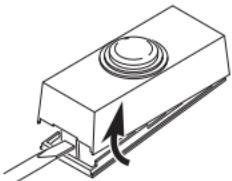
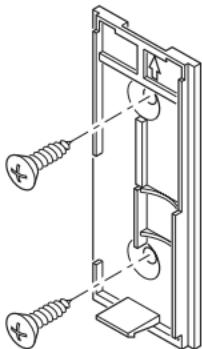

Figure 1
Figure 4
1. Installation de la pile alcaline 12 V de type A23 pour bouton-poussoir (Compris). Ôtez la partie arrière du boîtier en enfonçant la patte du bas au moyen d'un petit tournevis (voir la Figure 1). Voir la bonne orientation de la pile sur le schéma à l'intérieur de l'unité de bouton-poussoir. *Note : Si les piles sont déjà en place, retirez la languette orange.*
- **Au moyen de vis :** Pour faire l'installation avec les vis, enlevez le dos du boîtier en poussant sur les agrafes de la base avec un tournevis (voir la Figure 1). Fixez le dos du boîtier au chambranle ou au mur (voir la Figure 4). *Note :* Enlevez les débris des trous de vis (au besoin) avant d'installer les vis. Enclenchez la partie avant de l'unité de bouton-poussoir en place.